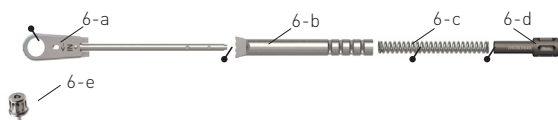

Fig. 6
- 2.1.1 Remover a peça de enroscamento manual (Fig. 6-e) da cabeça da chave de torque (Fig. 6-a).
- 2.1.2 Desenroscar completamente o parafuso de ajuste (Fig. 6-d), do manípulo da chave de torque (Fig. 6-b).
- 2.1.3 Separar o manípulo (Fig. 6-b) da cabeça da chave de torque (Fig. 6-a) e remover a mola (Fig. 6-c).
2.2.2 Encaixar o manípulo (Fig. 6-b) sobre o tirante roscado, na cabeça da chave de torque (Fig. 6-a).
2.2.3 Inserir a mola (Fig. 6-c) no interior do manípulo (Fig. 6-b).
2.2.4 Enroscar o parafuso de ajuste (Fig. 6-d) no manípulo da chave de torque (Fig. 6-b), até sentir resistência da mola.
2.2.5 O instrumento de enroscamento desejado, chave manual (Fig. 6-e), pode ser inserido na cabeça da chave de torque (Fig. 6-a).